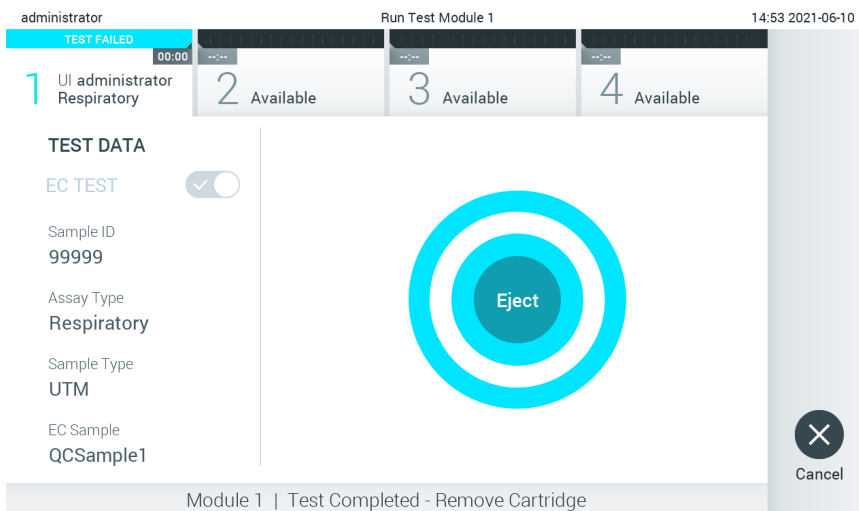

Figura 96. Afișarea ecranului Eject (Scoatere).
11. După ce testarea este finalizată, va apărea ecranul **Eject** (Scoatere) (Figura 96). Apăsăți **Eject** (Scoatere) pe ecranul tactil pentru a scoate cartușul de test QIAstat-Dx și eliminați-l ca biodeșeu periculos, în conformitate cu toate regulamentele și legile naționale, regionale și locale privind sănătatea și securitatea în muncă.